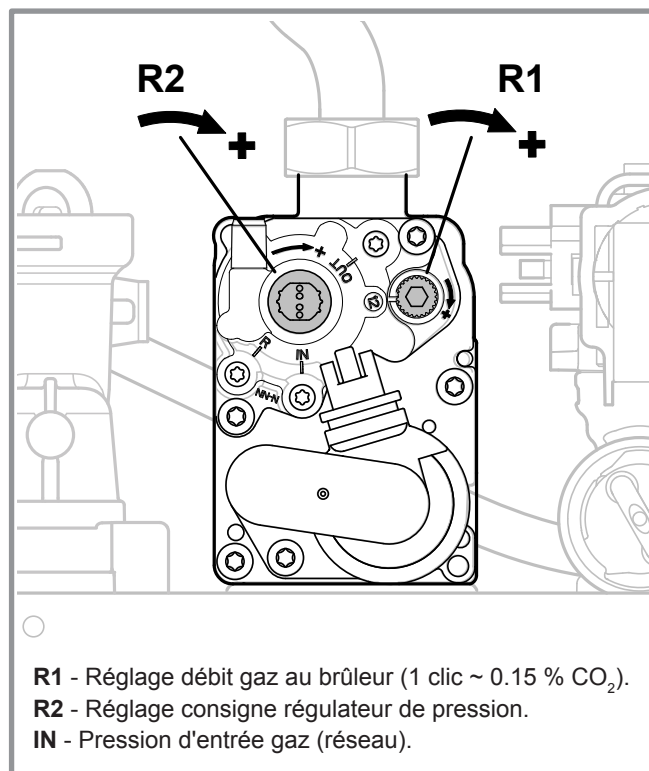

figure 23 - Vanne gaz
- Si nécessaire, ajuster le taux de CO₂ en réglant le débit gaz sur la vanne gaz (vis repère **R1** - sens horaire pour augmenter le CO₂, voir figure 23, page 29).